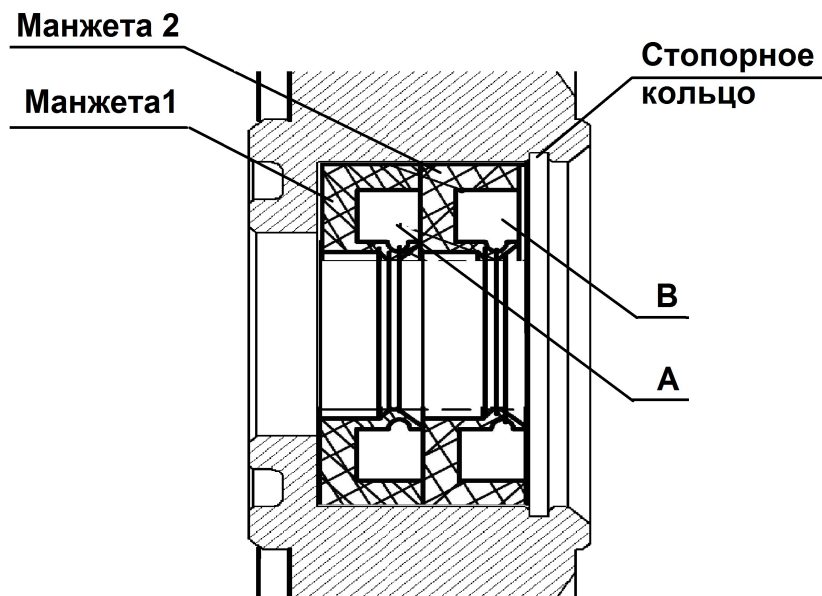

Рис. 26. Схема установки манжет.
- со стороны камеры снять кольцо стопорное и снять 2 манжеты (рис. 26);
- установку манжет производить согласно рис. 26 в следующем порядке: